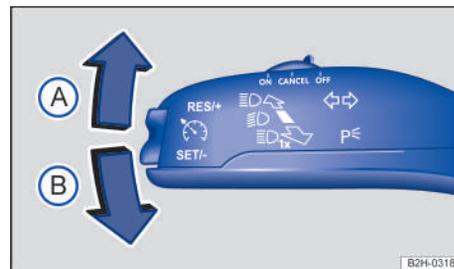

Fig. 73 En el lado izquierdo de la columna de dirección: palanca de los intermitentes y de la luz de carretera.
2. Mueva la palanca de los intermitentes y de la luz de carretera desde la posición central hasta la posición necesaria → fig. 73.